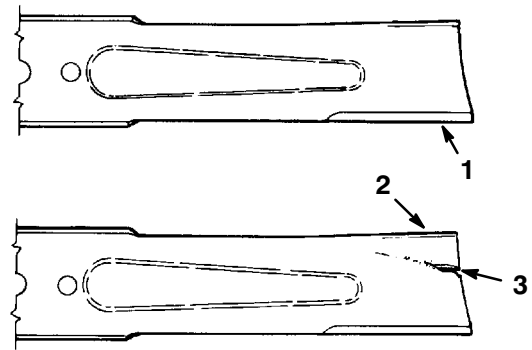

Bild 22
2. Untersuchen Sie die Schneidkanten (Bild 22). Bauen Sie, wenn die Kanten nicht scharf sind oder Kerben aufweisen, die Schnittmesser aus und schärfen sie. Siehe "Schärfen der Schnittmesser", Seite 16.
3. Untersuchen Sie die Schnittmesser, insbesondere den gebogenen Bereich (Bild 22). Wenn Sie Schäden, Verschleiß oder Rillenbildung in diesem Bereich feststellen (Bild 22), muss sofort ein neues Schnittmesser eingebaut werden.